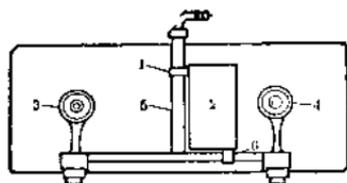
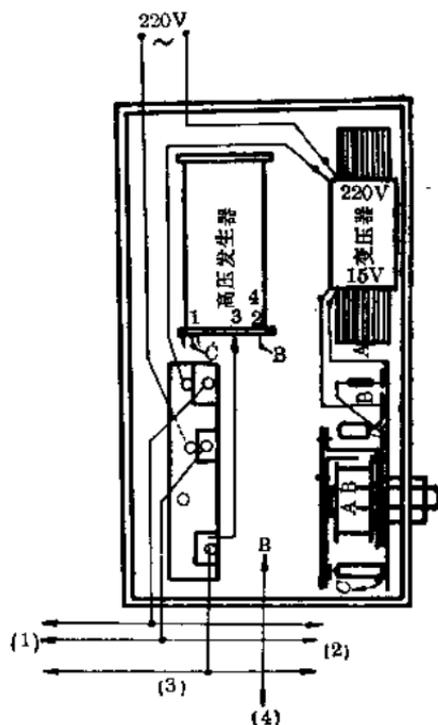
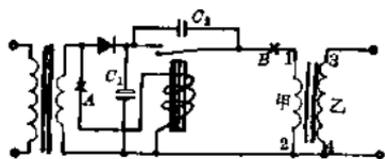

图 19
图 20
图 29
为了安装方便,木盒引出线都要用接线柱,如有旧的可代用。自己设计时,要求高压输出的线柱距离同周围金属不得小于 8mm。图 18(C) 是用印刷线路板制成接线柱的具体尺寸。先照图定型、打孔,用刀刻去多余铜皮,留下三块铜皮砂光后,旋上 3mm 的螺丝。再照图 18(C) 右边所示尺寸做只铁皮角脚,固定接线柱于木盒左下方。盒内接线可穿过小孔直接焊在铜皮上(右边二接线柱为电源线,左边接线柱为高压输出),盒外接线可穿过木盒小孔旋在螺丝上。图 19 是木盒固定在煤气 T 型管的位置,图 20 是盒内接线示意图。
高压发生器的调试 按图 29 接线, 将断路器暂装在木盒外面, 便于调试。在接线板上临时拉两根电源线, 装只开关。断开 A 点和 B 点后通电, 用万用表直流电压档测量  $C_1$  两端
临时开关,接好至接线板的高压线,再照图29所示焊一根公共地线,将木盒如图19所示插入煤气灶T型管后,便可将地线与T型管接牢。在煤气灶附近装只电源插座,电源从此引入。